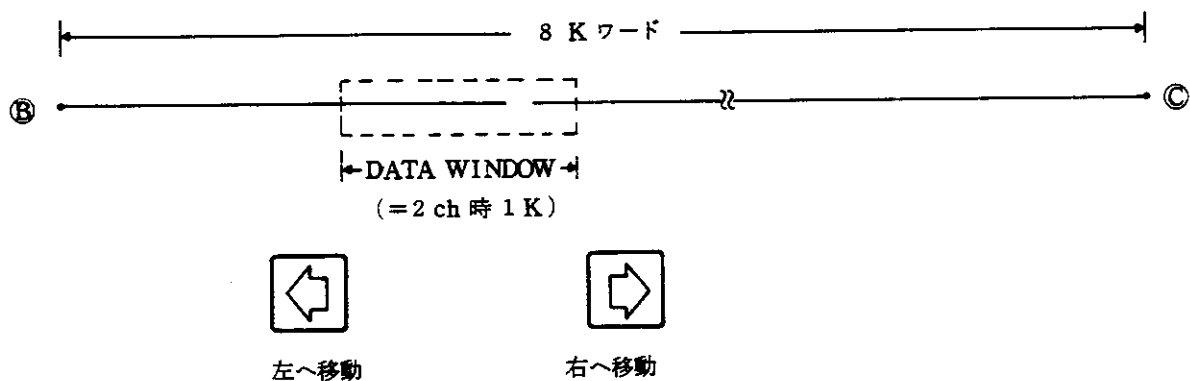
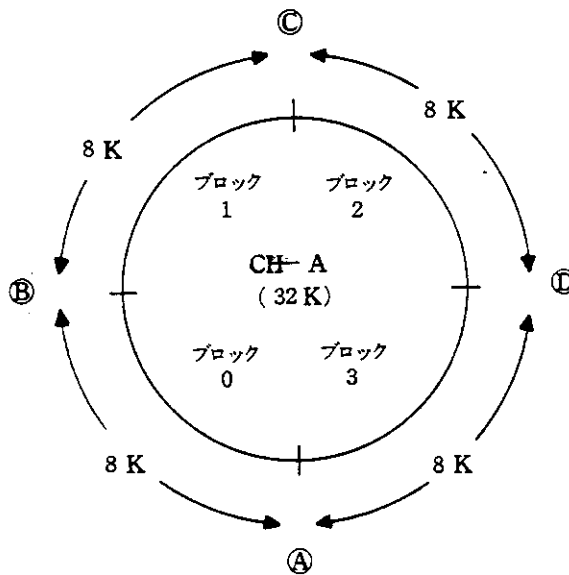

図 4-58 ブロック 1 内でのデータ・ウィンドウの移動
図 4-59 32Kワード・データ・メモリを8Kワードで分割したブロック
“ADVANCE ARM MODE” と ARM を併用しますと、指定した任意のブロック (後述) にデータを書き込むことができます。以下に両チャンネル動作時において、〔図 4-59〕のようにデータ・メモリを分割したとき、任意のブロック (0 ~ 3) にデータを書き込む方法を示します。
“NORMAL ARM MODE” と ARM を併用した場合には、“BLOCK NO.” がいくつに設定されていても常にブロック 0 にデータが書き込まれ、〔図 4-59〕のように分割したときは、他ブロック 1 ~ 3 は使用されません。
解除されて **HOLD** 状態となります。したがって [図 4-59] のようにデータ・
[図 4-59] のようにデータ・メモリを分割したときは、他のブロック 1, 2, 3 は使用されません。
- ②   スイッチによって、移動子マーク（□）を“**ARM MODE**”の **ADVANCE** の位置に移動し、 スイッチにて設定します。
- ③ “**ARM LENGTH**”を、ブロックにデータを書き込んだときの値に設定します。それ以外の値に設定しますと、データは正しく読み込まれませんので注意して下さい。例えば、〔図 4-59〕のようにデータ・メモリを分割してデータを書き込んだときには、“**ARM LENGTH**”を 8K に設定します。
前述のように **HOLD** 状態において "**ADVANCE ARM MODE**" 設定後 "**BLOCK NO.**" を指定し、「**PANEL**」セクションの  スイッチによって任意のブロックからデータを読み出した後、**DATA WINDOW** 機能を用いることによって指定したブロック内の任意の位置からデータを読み出すことができます。〔図 4-59〕のようにデータ・メモリを分割してデータを書き込んでから、ブロック 1 のデータを読み込んだ例を〔図 4-58〕に示します。
〔図 4-58〕に示しますように、“**ARM LENGTH**”を 8K に設定してデータを読み込みますと、その 8K 内でデータ・ウィンドウを移動させることによって任意の位置の 1K ワードのデータを読み出すことができます。
両チャンネル動作時に“**ARM LENGTH**”を8Kに設定したとき、データ・メモリがどのように分割されるかを〔図4-59〕に示します。この図からチャンネルAの32Kワードのデータ・メモリが8Kワードを単位とする4つのブロックに分割されることが分ります。